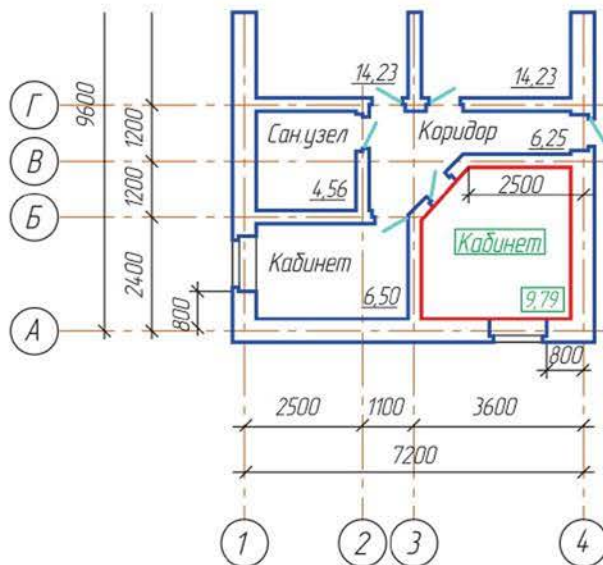

Рисунок 13.10 Создание помещений на чертеже
1. Вызовите команду *Помещение*  в панели инструментов *Библиотеки проектирования зданий и сооружений: АС/АР*. В *Панели свойств* введите наименование помещения. Подведите курсор мыши внутрь помещения. Контур помещения подсветится красным цветом (рисунок 13.10). Выберите положение маркера помещения и щелкните ЛК мыши. Помещение будет создано.